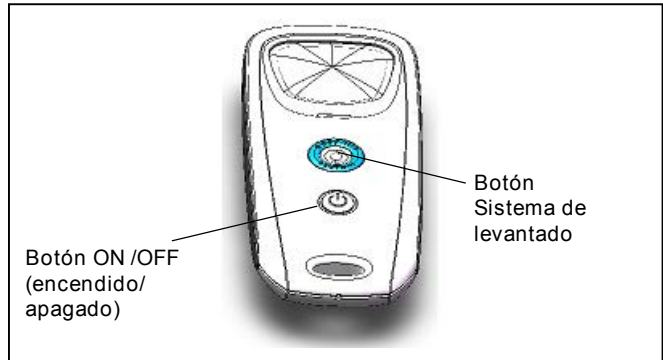

Figura 20. Control remoto 9550 Sport/P955
Mantenga presionado durante 3 segundos (véase Figura 20).
- Para retirar el limpiador de la piscina utilizando el control remoto, presione  (véase Figura 20).